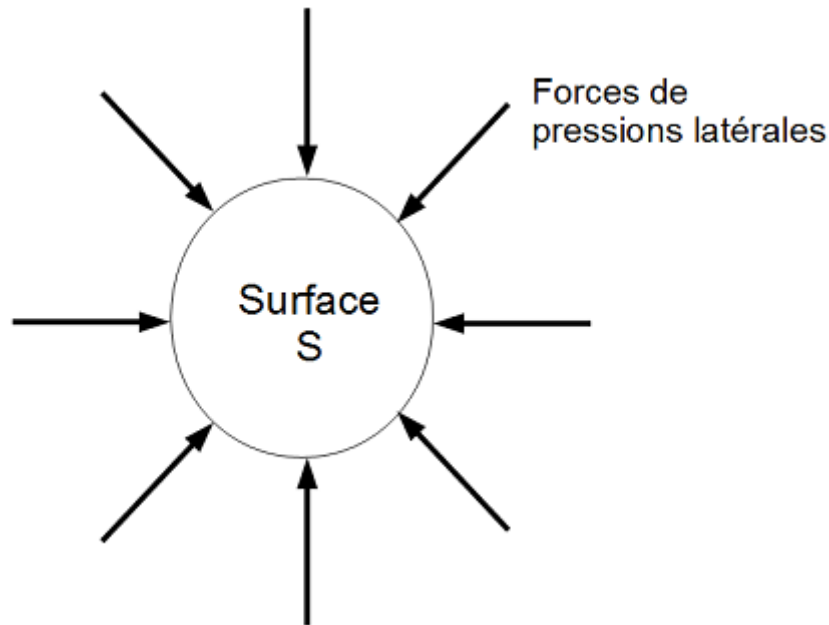

FIGURE 2.12 – Canette de coca immergée dans l'eau (vue du dessus)
- Résultante sur la surface latérale =  $\vec{0}$  (Figure 2.12)